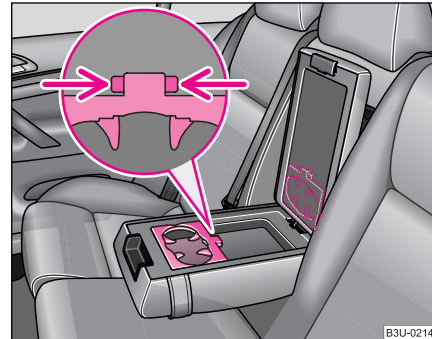

Fig. 80 Supportul pentru băuturi în cotiera scaunelor din spate
- Acum puteți scoate suportul pentru băuturi. Deblocați-l ♥ pagina 91, fig. 80 și aduceți-l în capacul cotierei.